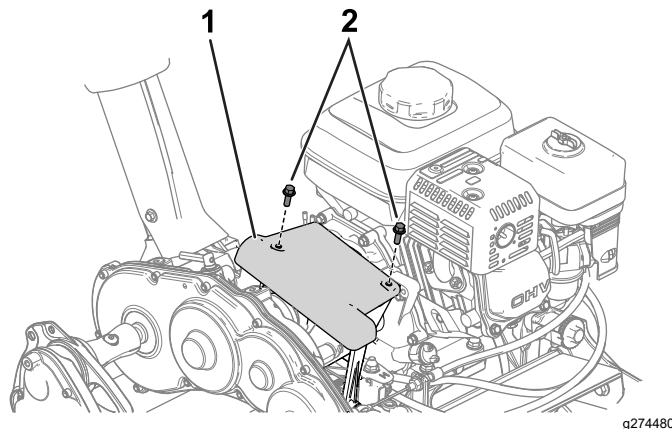

Рисунок 29
1. Откройте доступ к фрикционному и нажимному дискам, сняв крышку сцепления (Рисунок 29).